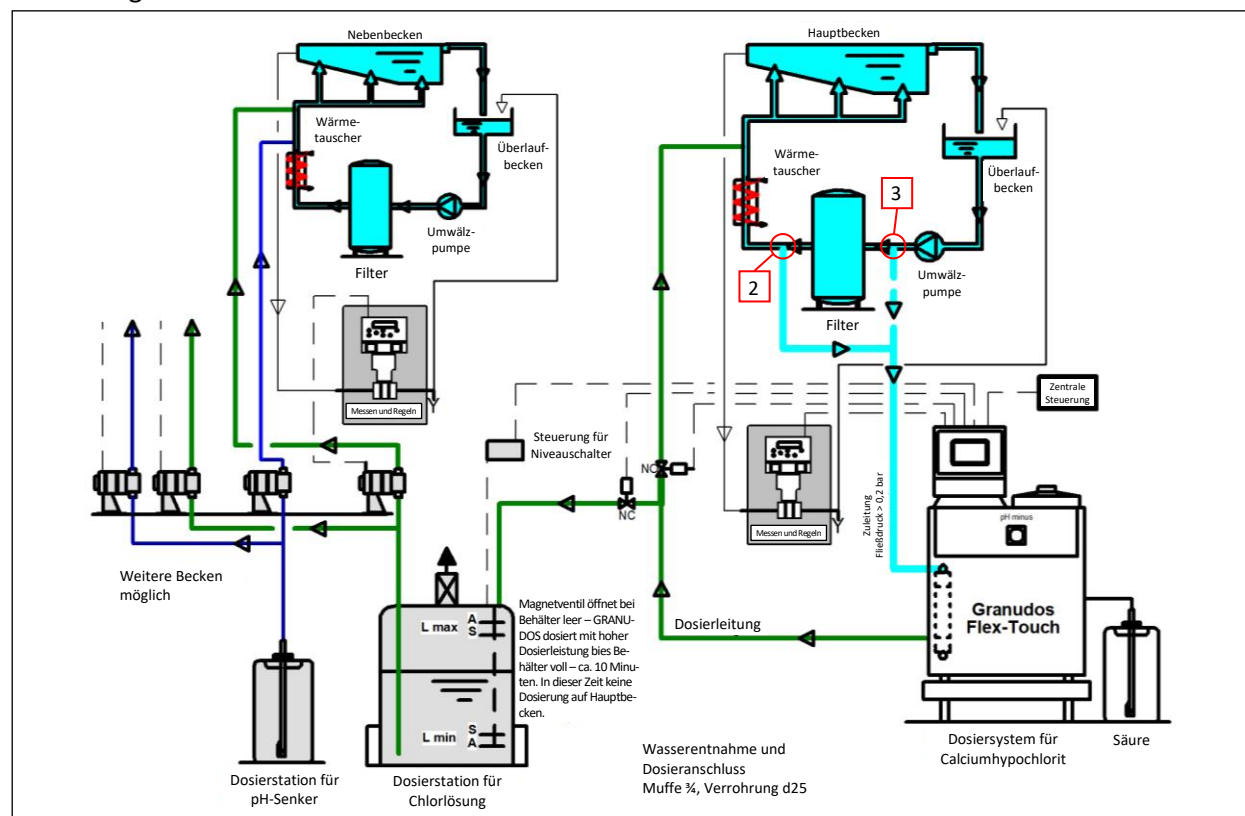
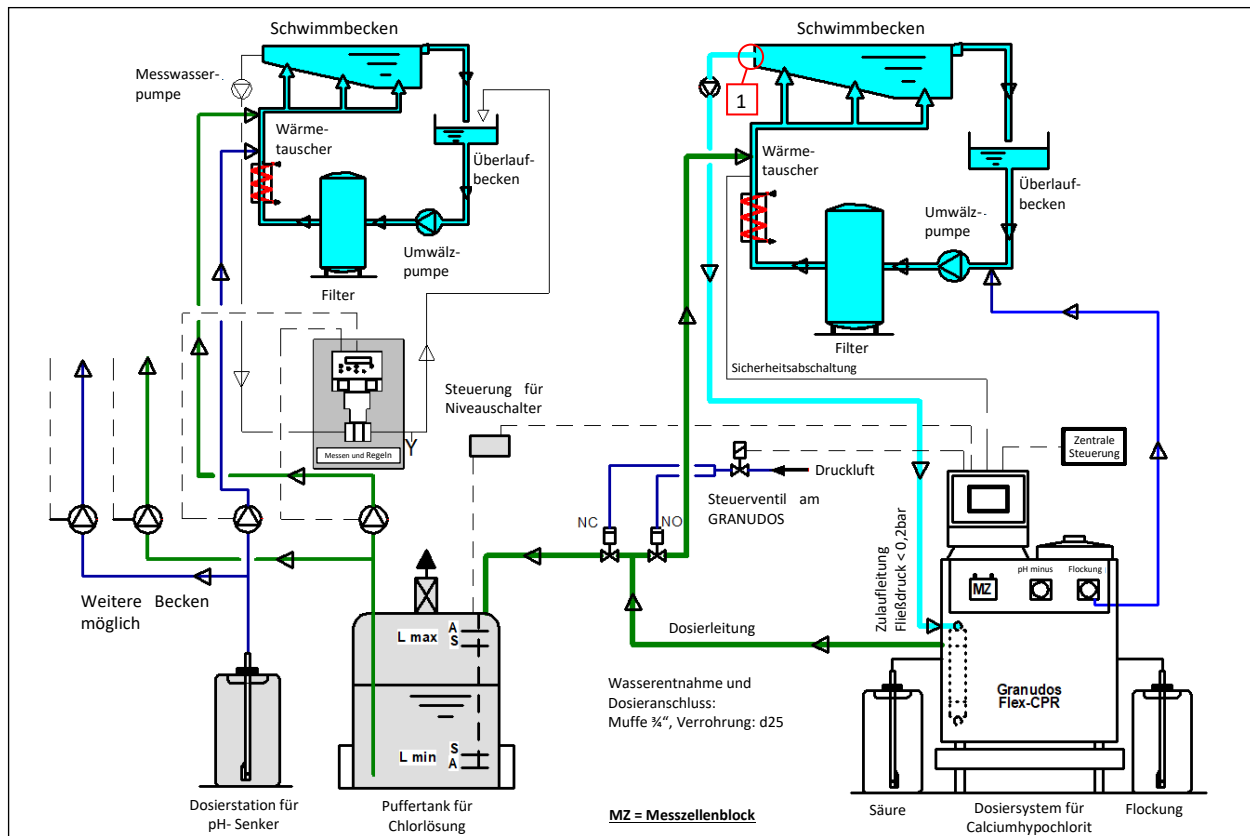

Abbildung 19: Fließbild GRANUDOS Flex-Touch mit Puffertank
Abbildung 21: Fließbild GRANUDOS Flex-CPR Touch XL mit Puffertank
- a) Den Puffertank an die Dosierleitung für die Chlorlösung anschließen. Siehe Fließbilder *Abbildung 19* und **Abbildung 21**.